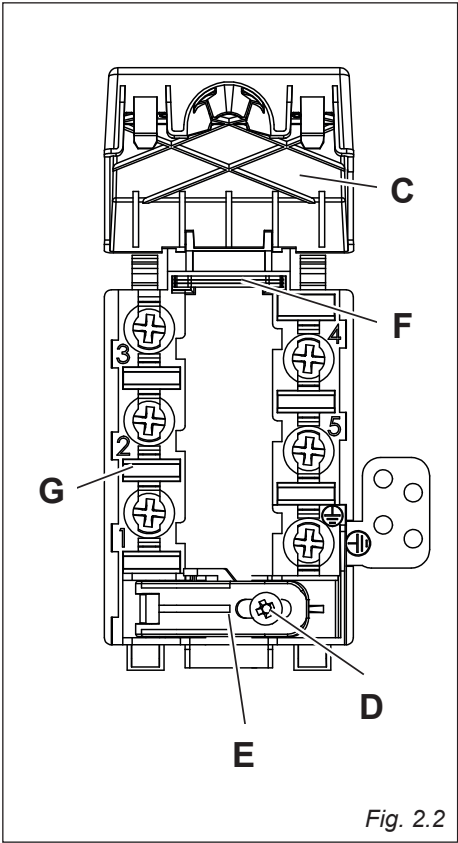

Fig. 2.2
- Dévisser la vis "D" et ouvrir complètement le serre-câble "E" (fig. 2.2).
- Placer les bornes "F" sur la boîte à bornes "G" (figs. 2.2) suivant les schémas sur la fig. 2.3.